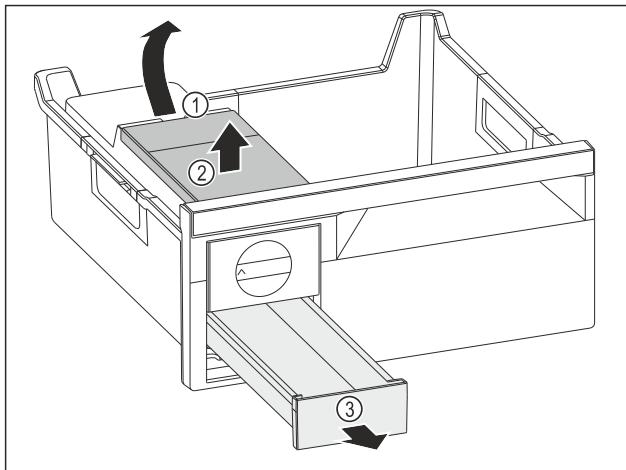

Fig. 142
- ▶ Odstranjevanje rezervoarja za vodo: Dvignite rezervoar za vodo za izrez Fig. 142 (1).
- ▶ Rezervoar za vodo Fig. 142 (2) dvignite in odstranite.
- ▶ Predal za ledene kocke Fig. 142 (3) povlecite naprej in odstranite.